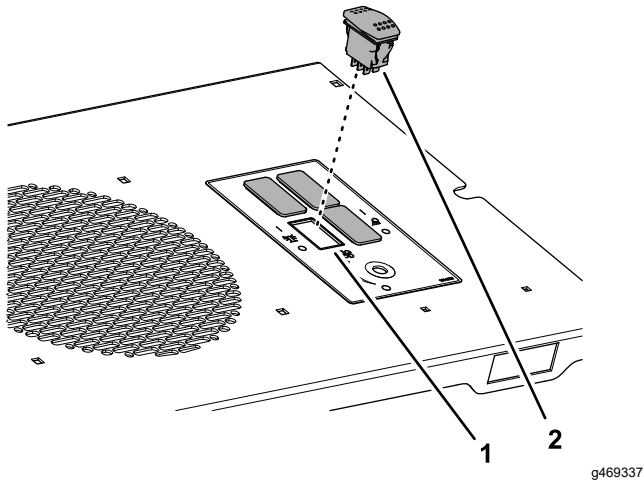

Figure 12
7. Branchez l'interrupteur du gyrophare sur le panneau de commande, comme montré à la Figure 12.